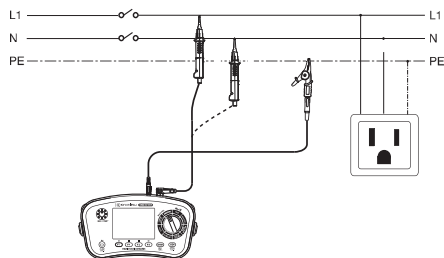
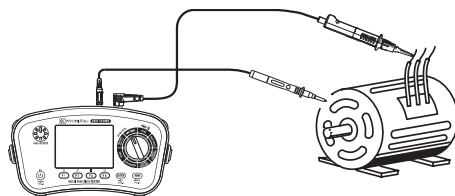
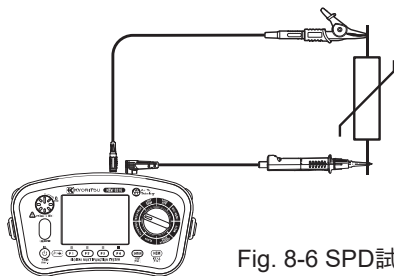

Fig. 8-4
Fig. 8-5
Fig. 8-6 SPD試験 配線図
- (5) 測定回路に電圧がかかってないか、電圧測定を参照して電圧を確認してください。
- (6) EARTH端子側の測定コードを被測定回路の接地端子に接続します。
- (7) LINE端子側の測定コードの先端を被測定回路に当て、測定スイッチまたはリモートスイッチを押します。(Fig. 8-4, Fig. 8-5, Fig. 8-6)